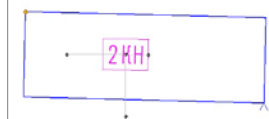

Рис. 7.7
- Отредактируйте местоположение подписи с помощью управляющих точек (рис. 7.7).